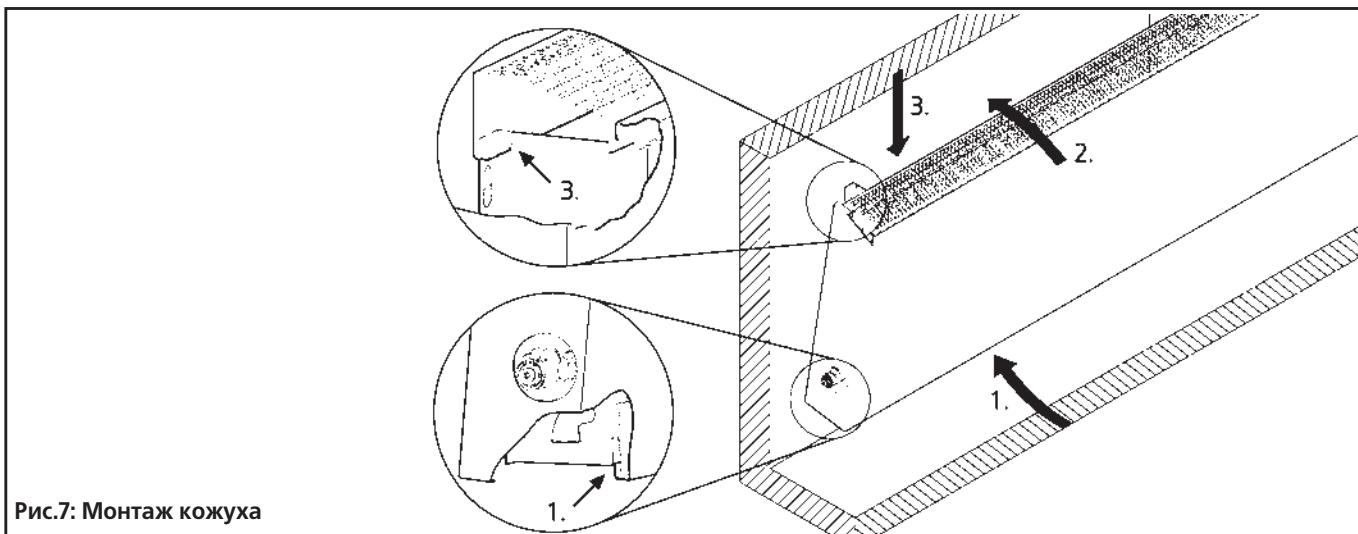
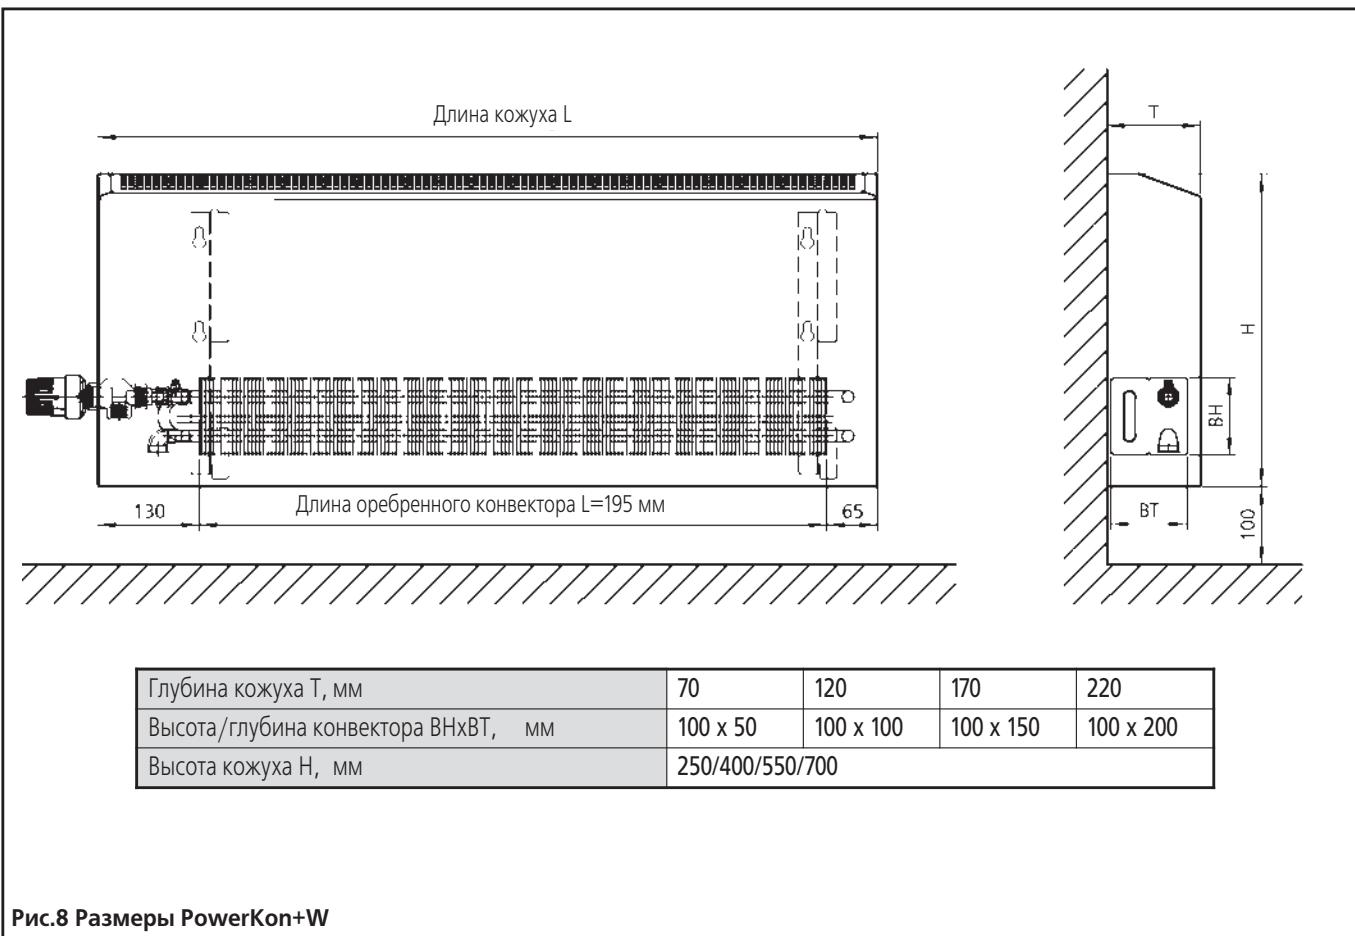

Рис.7: Монтаж кожуха
Рис.8 Размеры PowerKon+W
① Входной патрубок 1/2"
② Выходной патрубок 1/2"
- Поставьте кожух с вырезом под вентиль на кронштейны и теплообменник надлежащим образом в соответствии с рис.7. Соблюдайте расстояния, указанные на рис. 8 стр. 8.